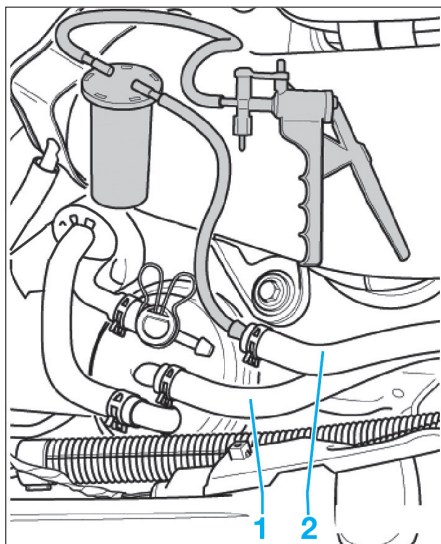

Fig. 27
- Débrancher avec précaution les canalisations d'alimentation (1) (repère blanc) et de retour (2) (repère bleu), venant de la pompe tandem (Fig.27).
- À l'aide d'une pompe à dépression manuelle, aspirer le maximum de gazole contenu dans la pompe tandem, par la canalisation de retour (2).
- Pour faciliter le réamorçage du circuit et avant de rebrancher la canalisation de retour (2) sur le filtre, utiliser une pompe à dépression manuelle et amorcer le circuit par cette canalisation puis rebrancher celle-ci (Fig.27).